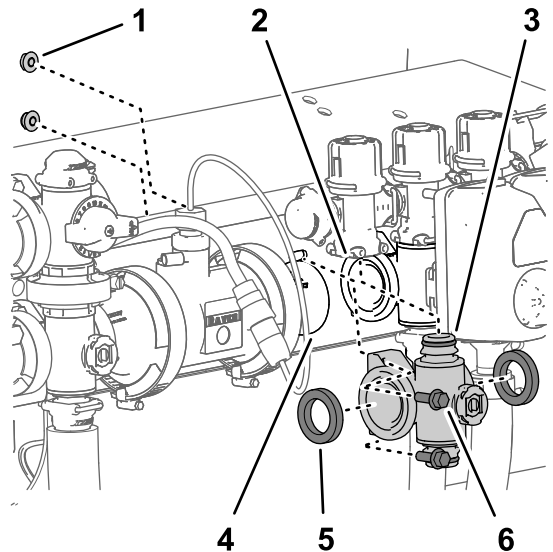
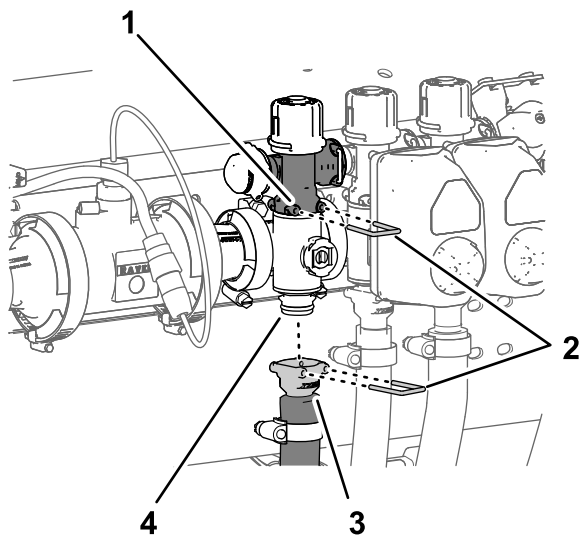

図 132
図 133
1. ステップ 個別ブームマニホルドバルブの取り外し (ページ 79) で外したガスケット2枚を、ブームバルブマニホルドのフランジに合わせる 図 132。
2. ブームバルブマニホルドを、もう1つのブームバルブまたはカップリングアダプタの各フランジの間に入れる 図 132。
3. ブームバルブマニホルドのクイックコネクフィッティングを、ブームバイパスバルブのクイックディスコネクソケットに組み付けて、クイックコネクピンで固定する 図 132 と 図 133。
5. 左右のboomバルブマニホルドを、バルブサポートに組み付ける 図 132 個別boomマニホルドバルブの取り外し (ページ 79) で取り外したフランジヘッドボルト $\frac{1}{4} \times \frac{3}{4}$ " 2本とフランジロックナット $\frac{1}{4}$ " 2個を使用する。
- boomホースのクイックコネクカップラを、boomバルブマニホルドのクイックコネクフィッティングに組み付けて、クイックコネクピンで固定する 図 133。